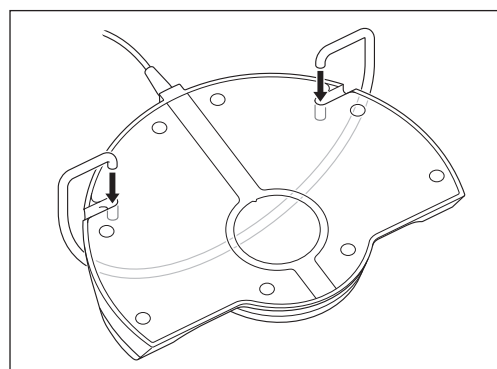

Fig. 4
- 1) Insérez le support de la pédale de contrôle de manière à ce qu'il pénètre correctement dans les orifices placés au verso de la pédale de contrôle (Fig. 4).